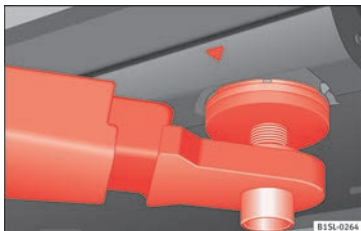
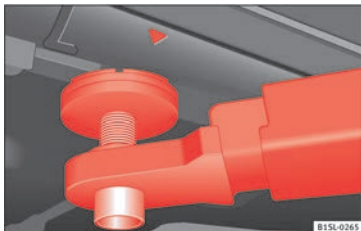

Fig. 96 Punti di appoggio anteriori per il sollevamento del veicolo tramite ponte elevatore o cric.
Fig. 97 Punti di appoggio posteriori per il sollevamento del veicolo tramite ponte elevatore o cric.
Per sollevare il veicolo devono essere utilizzati esclusivamente i punti indicati nelle figure » **fig. 96** e » **fig. 97**. Se il veicolo non viene
- Sollevare il veicolo utilizzando esclusivamente i punti indicati nelle figure » **fig. 96** e » **fig. 97**. Se il veicolo non viene sollevato dai punti indicati, potrebbe cadere dal ponte durante lo smontaggio di componenti come il motore o il cambio.